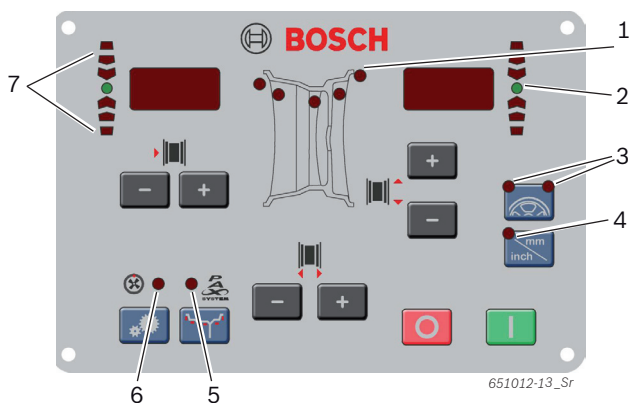

Fig. 5: Diody świecące na panelu obsługi/wskaźników
➔ Diody świecące (rys. 5, poz. 1) informują o pozycji płaszczyzn wyważania we wszystkich programach wyważania.
i W przypadku, gdy wybrany został program wyważania PAX, świeci dodatkowo dioda świecąca Pax (rys.5, poz. 5).
- ⇒ Z chwilą osiągnięcia właściwej pozycji do mocowania ciężarka zaświeci dioda (rys.5, poz. 2). Prawidłowa pozycja (za ramieniem koła) potwierdzona zostanie sygnałem dźwiękowym.
- ⇒ Świecą obydwie diody przycisku <SPLIT> (rys. 5, poz. 3).
I Diody świecące w kształcie strzałek (rys. 5, poz. 7) informują, w jakim kierunku należy obrócić koło, aby osiągnąć pozycję "godz. 12" do założenia ciężarków.